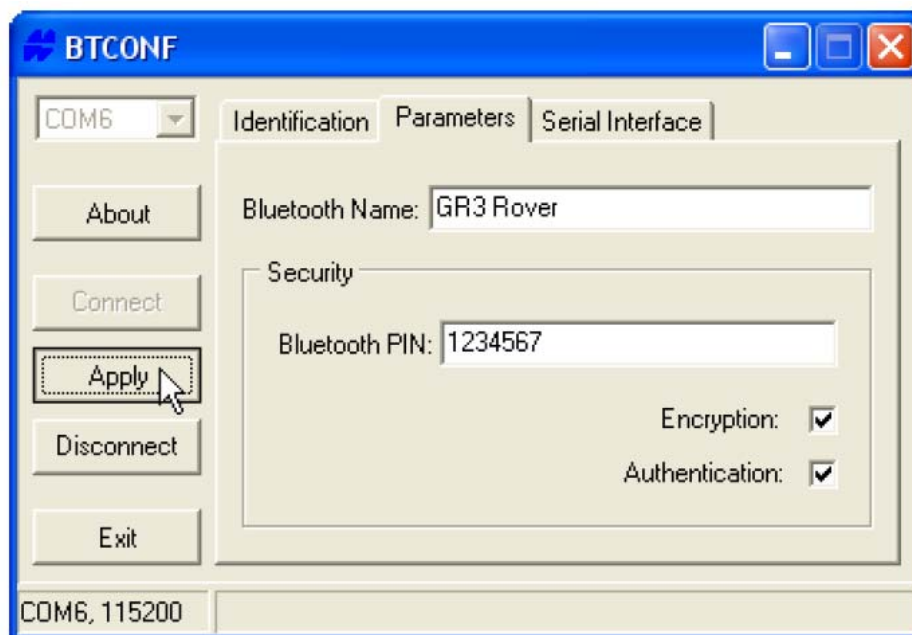

Рисунок 2-23. Параметры защиты BTCONF
7. Установите перечисленные ниже параметры безопасности (см. рис. 2-23 на стр. 2-25) и щелкните на кнопке *Apply (Применить)*: